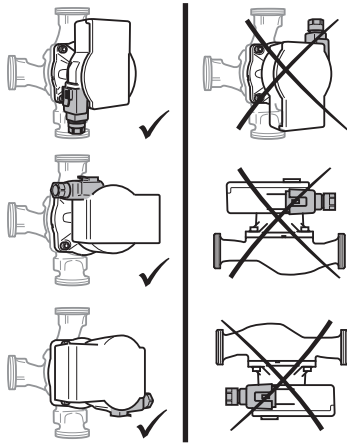

Fig. 2: Θέσεις τοποθέτησης
- Επιλέξτε το μέρος εγκατάστασης σύμφωνα με την επιτρεπτή θέση τοποθέτησης (Fig. 2).
- Λάβετε υπόψη την επιτρεπόμενη θέση εγκατάστασης (Fig. 2) της αντλίας και, αν χρειάζεται, γυρίστε την κεφαλή κινητήρα (2+6).
**Ευθυγραμμίστε την επάνω βαλβίδα απομόνωσης με τέτοιο τρόπο, έτσι ώστε να μην πέφτουν καθόλου σταγόνες νερού πάνω στη μονάδα ρύθμισης (6).**